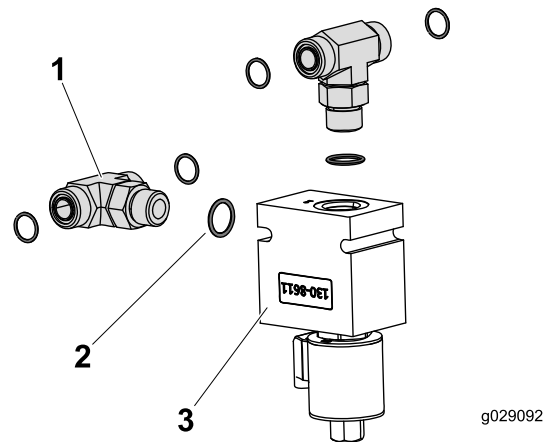

Figure 15
2. Montez des 2 raccords en T et les joints toriques sur le collecteur, comme montré à la Figure 15.